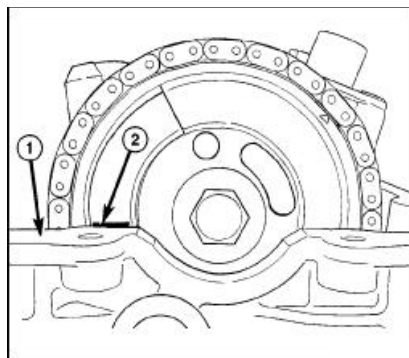

图. 11 凸轮轴链轮正时标记
(4) 凸轮轴链轮标记应与气缸盖表面排成一线(图. 11)。